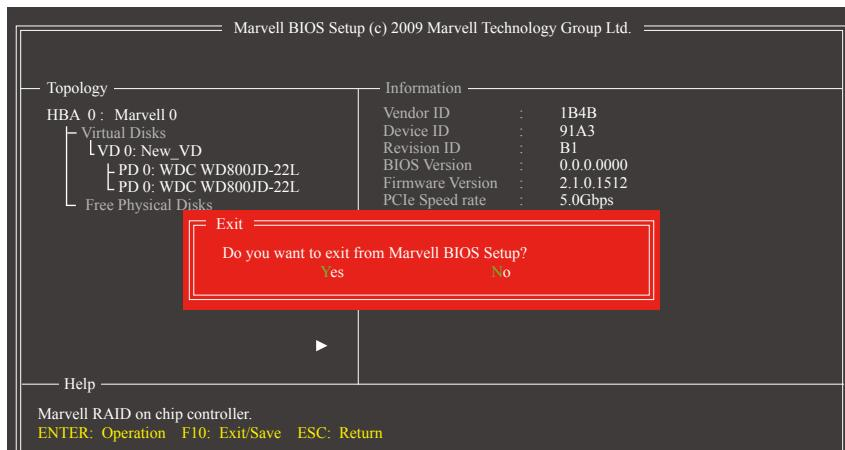

图7
7. 储存设置并离开：设置好磁盘阵列要离开RAID设置程序前，请务必在主画面选择按<F10>键。确定离开请按<Y>，取消请按<N> (图7)。接下来就可以进行操作系统的安装了。